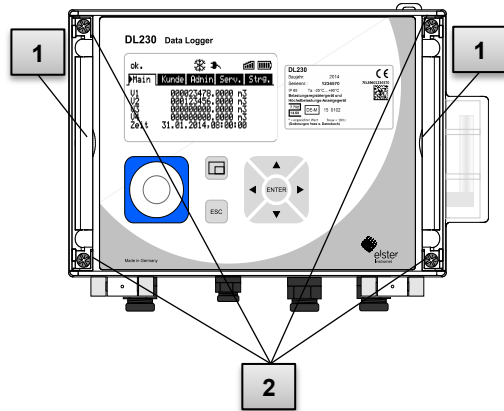

Abb. 23
12. Schließen Sie das Gehäuse mit Hilfe der vier Gehäusedeckelschrauben Abb. 23, Pos. 2).